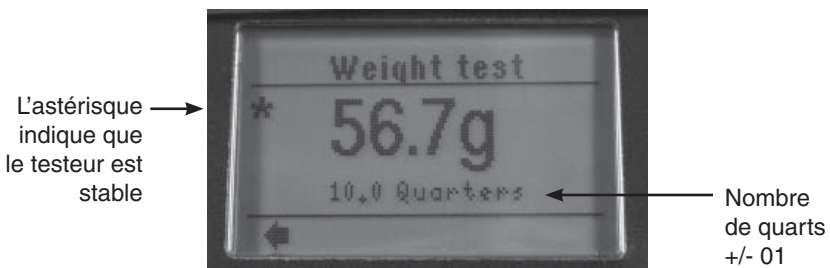

Figure 8. Lecture essai de poids pour 10 quarts
4. Placez l'essai de poids ou 10 nouveaux quarts dans la cellule d'essai lorsque l'écran indique « Placez le poids. » Une fois que le poids ou quarts sont placés dans l'unité, attendre que la lecture va s'afficher. L'astérisque dans le coin supérieur droit de l'écran indique que le testeur est stable et le poids est alors précis (Figure 8).